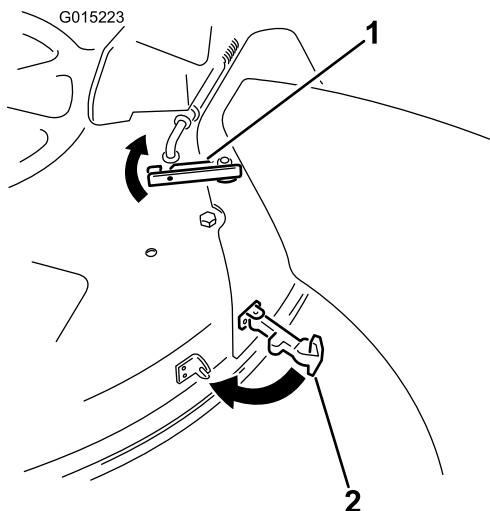

Figura 22
7. En la parte superior del conducto, enganche el cierre superior alrededor de la varilla de giro del deflecto, según se muestra en Figura 22.
8. Para sujetar el conducto a la carcasa de corte, enganche el cierre flexible del conducto en el soporte de retención soldado a la carcasa de corte (Figura 22).